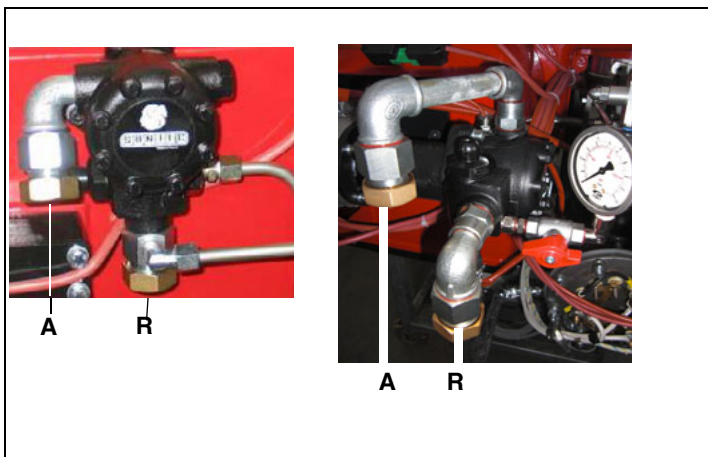

Рис. 23
- 8 Давление питания форсунки уже отрегулировано заранее на заводе-изготовителе и не должно изменяться. Только в случае необходимости, отрегулировать давление питания (см. таблицу на стр 39) следующим образом: установить манометр в положение, указанное на Рис. 42, воздействовать на регулировочный винт **VR** насоса (см. Рис. 23) ;